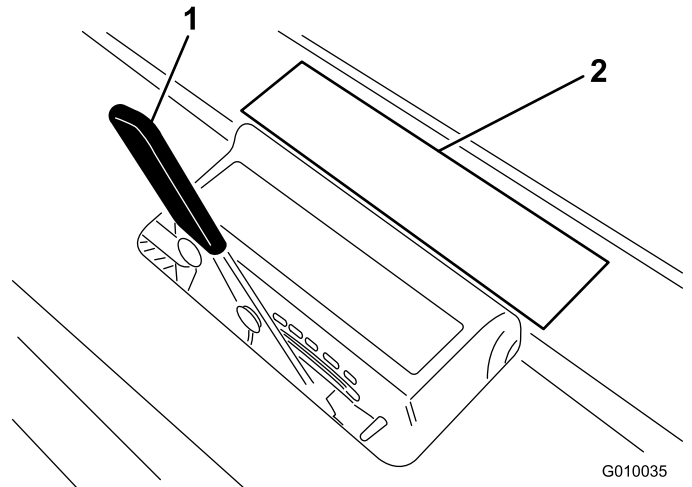

図 27
2. タインの打ち込み深さチャート (図 27) の、希望する打ち込み深さの位置に、タインの端を合わせてみる。